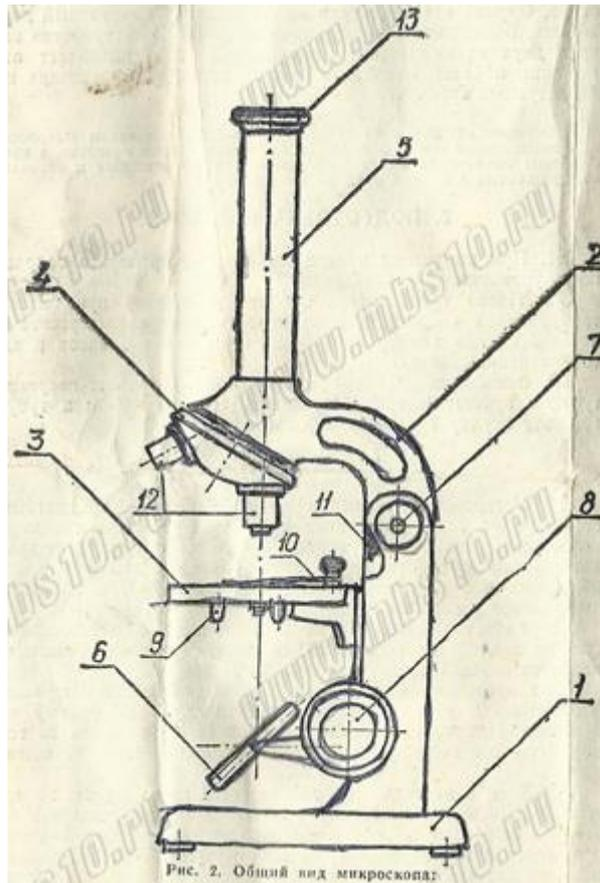

Рис. 2. Общий вид микроскопа:
**5.3.** Nach auspacken des Mikroskops, schrauben Sie den Tubus vorsichtig in die Halterung des Tubushalters (siehe Bild 2.) Und setzen Sie das Okular in den Tubus 7 - Das Gerät ist betriebsbereit.
Die Fokussierung erfolgt über Drehknöpfe 8 (siehe Abb. 2.).